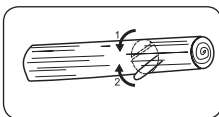

Рис. 13C
3. В случае, когда ствол опирается своими обоими концами: сначала выполните срез сверху до 1/3 диаметра ствола, чтобы избежать раскалывания. После этого закончите срез снизу, так, чтобы он совпал с первым срезом и во избежание заклинивания (Рис. 13C).